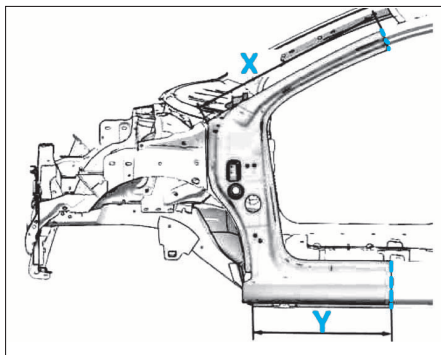

FIG. 18
- Ajuster la coupe de la pièce neuve au véhicule et procéder à l'ajustement général (Fig.18).